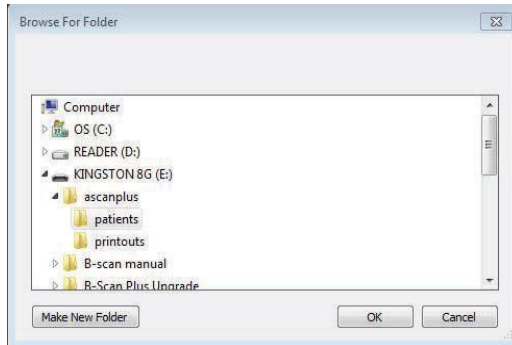

Figura 5-6: Explorador para seleccionar carpeta
2. Se abrirá la ventana del explorador de Windows, como se muestra abajo en la figura 5-6. Mediante el explorador, localice la carpeta para guardar datos de exámenes.